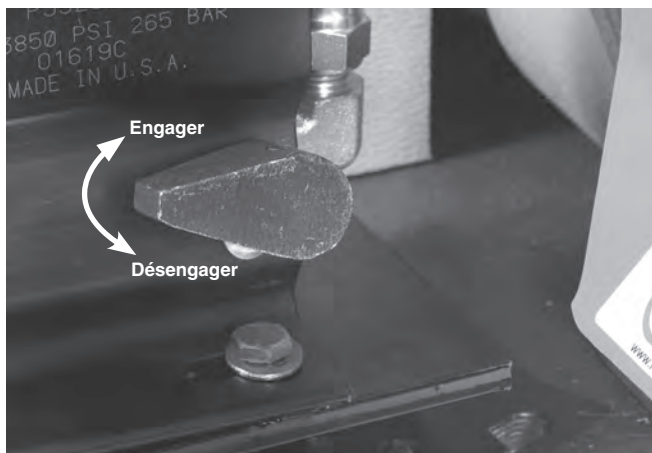

Figure 9 – Position du levier d'engagement de la pompe
- Pour désengager le galet de rainurage, mettez le levier à la position « désengager » (Figure 9).